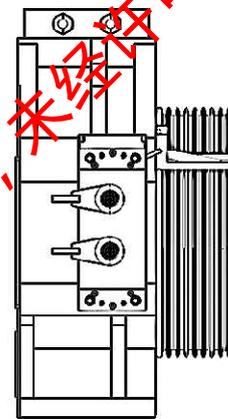

图 4-2-4 塞尺检测衔铁和铁心气隙
4. 用塞尺检测其中一角的间隙 (图 4-2-4), 是否在标准范围内。